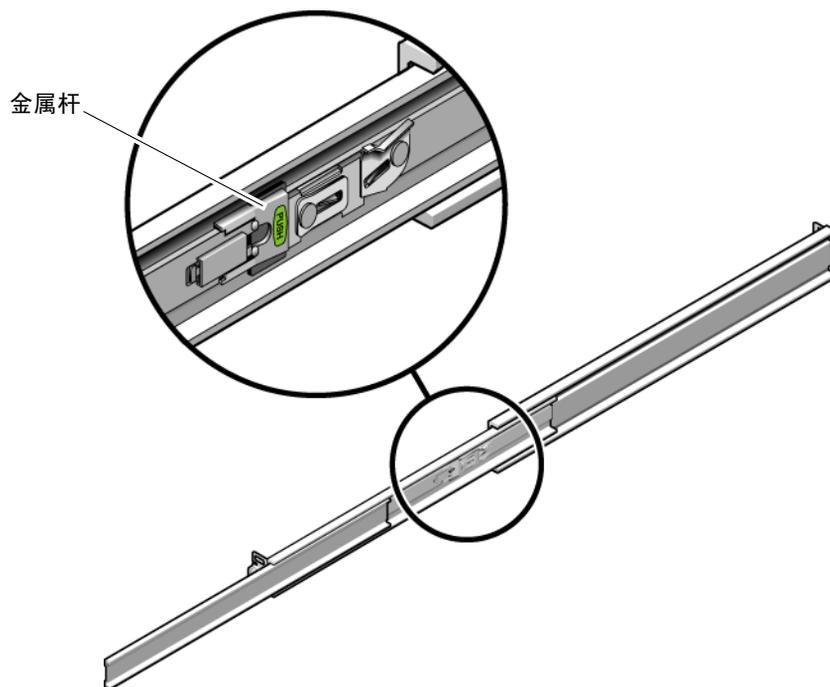

图 2-14 解开滑轨拉杆制动器的锁定
5. 服务器完全布置好以后，释放滑轨拉杆的制动器（图 2-14）。同时推动两侧的拉杆将服务器滑入机架。